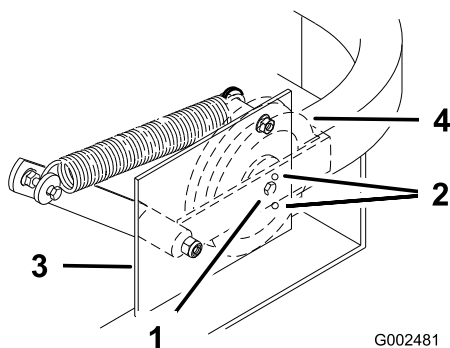

Figura 51
Importante: Compruebe que la correa está instalada en las guías de correa delantera y trasera (Figura 51).
4. Compruebe la tensión de la correa. El perno central de la polea tensora tensada con muelle debe estar cerca del taladro de alineación superior del soporte izquierdo (Figura 51).